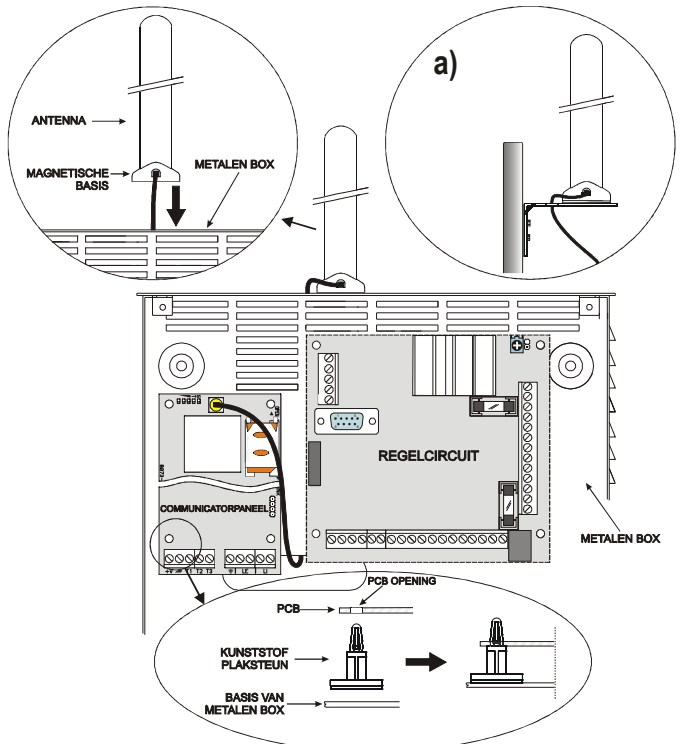

Fig. 2 - Montage van elektronische kaart binnenin bedieningspaneel.
- 4a. Bevestig de antenne met de 25 cm kabel of de antenne met de 2 m kabel [1] zodanig boven de metalen behuizing (Fig. 2) dat de magnetische basis [2] vast zit op het oppervlak. Leid de antennekabel door de kabeldoorvoer in de metalen behuizing. Het is voor model **BGSM-100KEA** of **BGSM-120KEA** mogelijk de metalen steun [13] te gebruiken, zie Fig. 2a. Bevestig de metalen steun [13] door de gaten [12] te gebruiken om een geschikte stut. Bevestig de antenne met de 25 cm kabel of de antenne met de 2 m kabel [1] zodanig boven de metalen steun [13] (Fig. 2a) dat de magnetische basis [2] vast zit op het oppervlak. Leid de antennekabel door de opening [11] in de metalen steun [13].